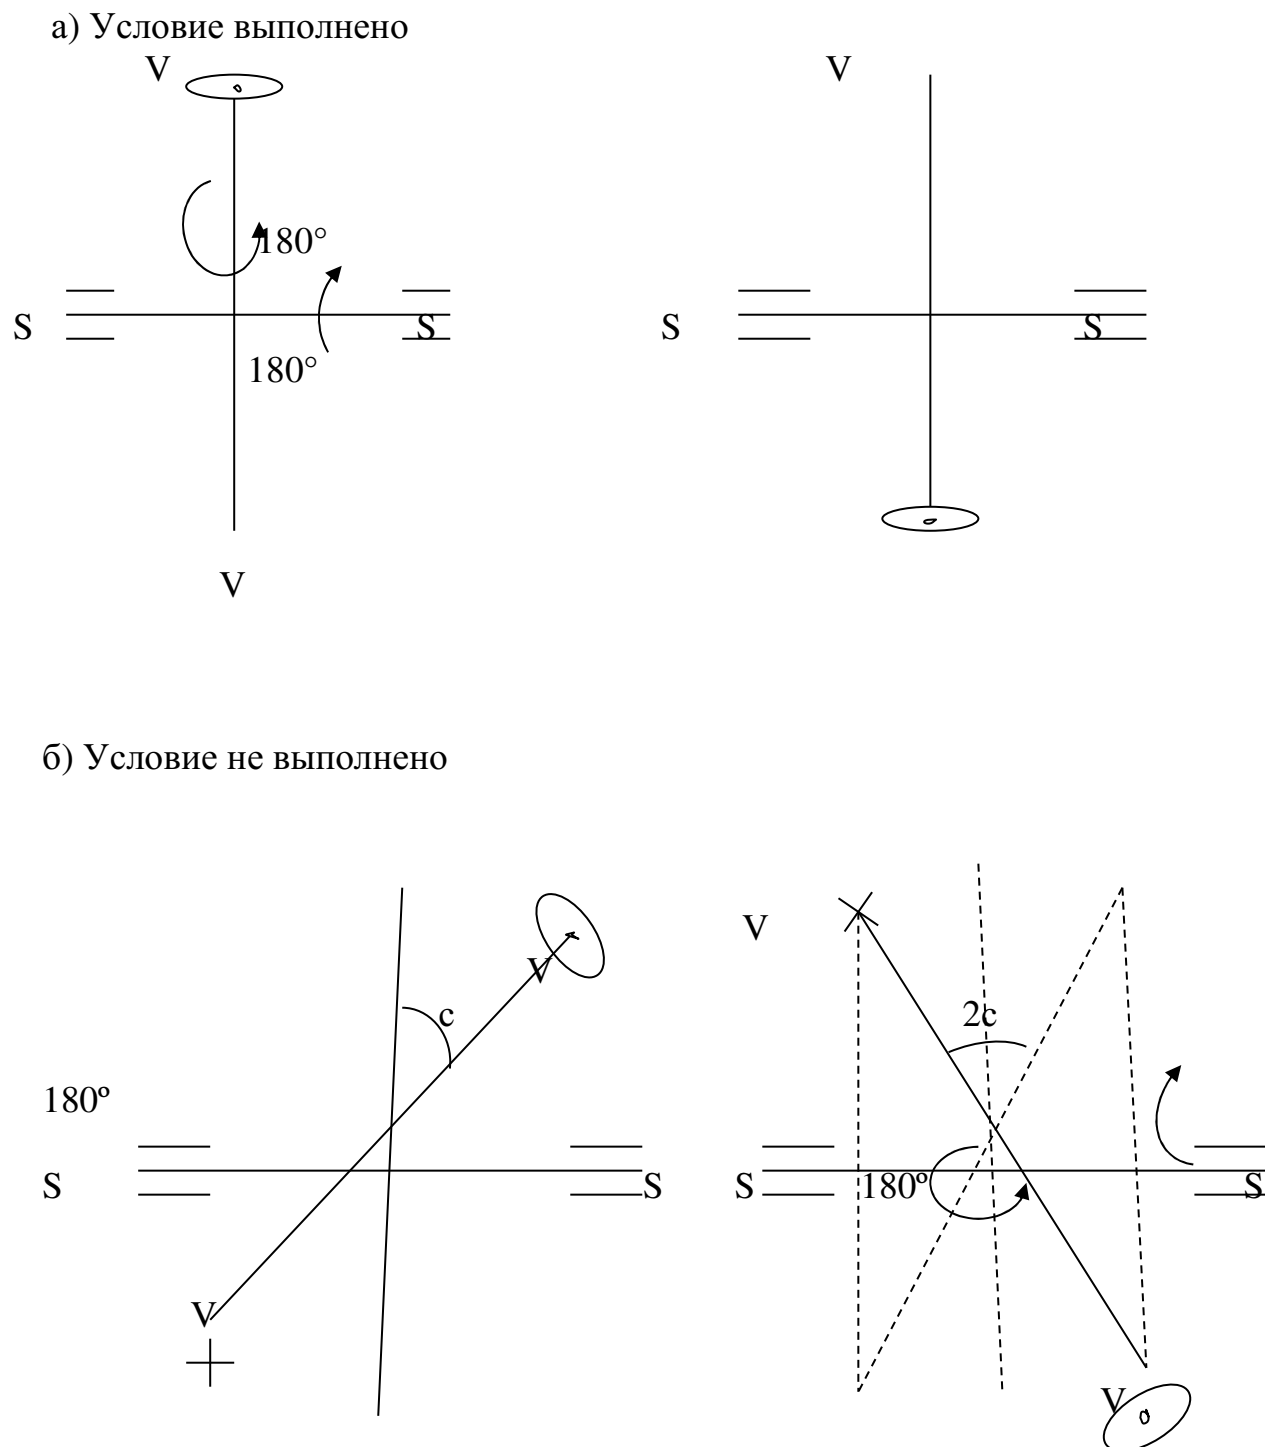

Рис. 17. Проверка коллимационной ошибки
2. Визирная ось зрительной трубы должна быть перпендикулярна оси вращения зрительной трубы – $VV \perp SS$. Иначе: зрительная труба не должна иметь коллимационной ошибки (рис. 17).